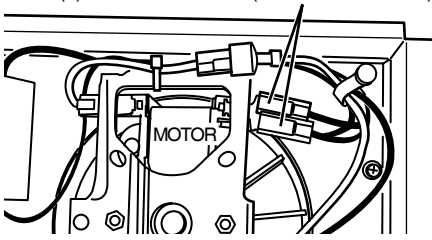

FIG. 11 - 120VAC TO 240VAC CONVERSION
2. 120 VAC to 240 VAC Conversion (FIGS. 11 & 12) (Factory-wired 120 VAC Models 170 and 174 ONLY)
2. Conversión de 120 VCA a 240 VCA. (FIGS. 11 & 12) (SOLAMENTE Modelos 170 & 174 de 120 VCA cableados en fábrica).